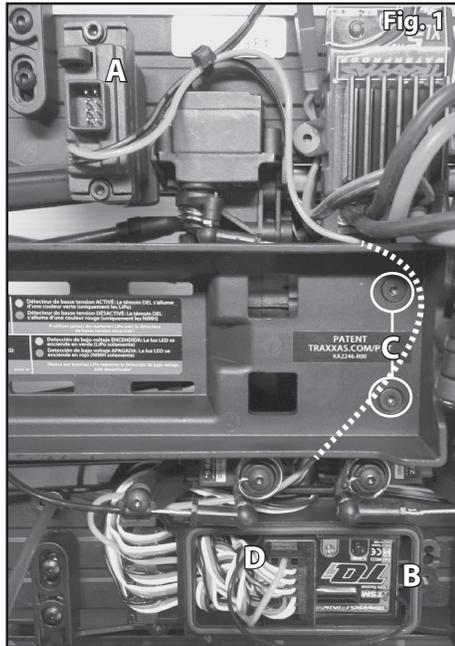

Fig. 2
1. Instale las plantillas incluidas en la carrocería. Alinee las flechas con las líneas de la carrocería en la parrilla delantera y en el panel posterior como se muestra en la Fig. 2 y 3.